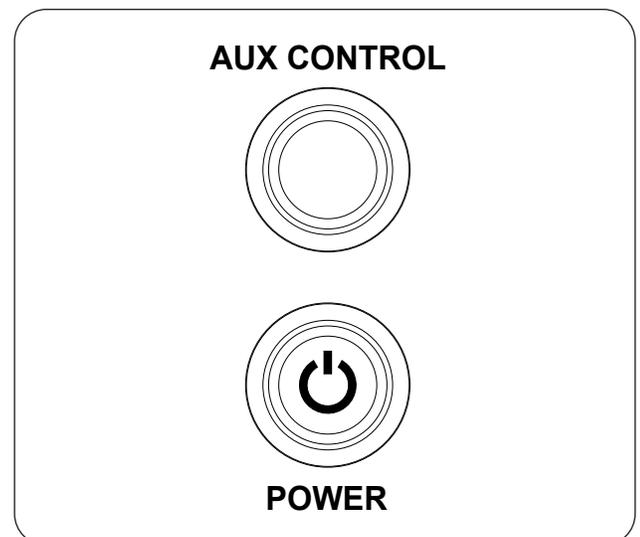

Fig. 46-1 Opération manuelle:
1. Localisez le panneau de commande sur le côté de l'appareil (reportez-vous à la LISTE DES PIÈCES D'IDENTIFICATION si nécessaire), et identifiez les boutons **AUX CONTROL** et **POWER** (voir Fig. 46-1).
Pour éteindre le brûleur (le système restera allumé), appuyez sur le bouton **AUX CONTROL** (voir Fig. 46-1).
Pour arrêter le brûleur et le système (arrêt total), appuyez sur le bouton **POWER** (voir Fig. 46-1).